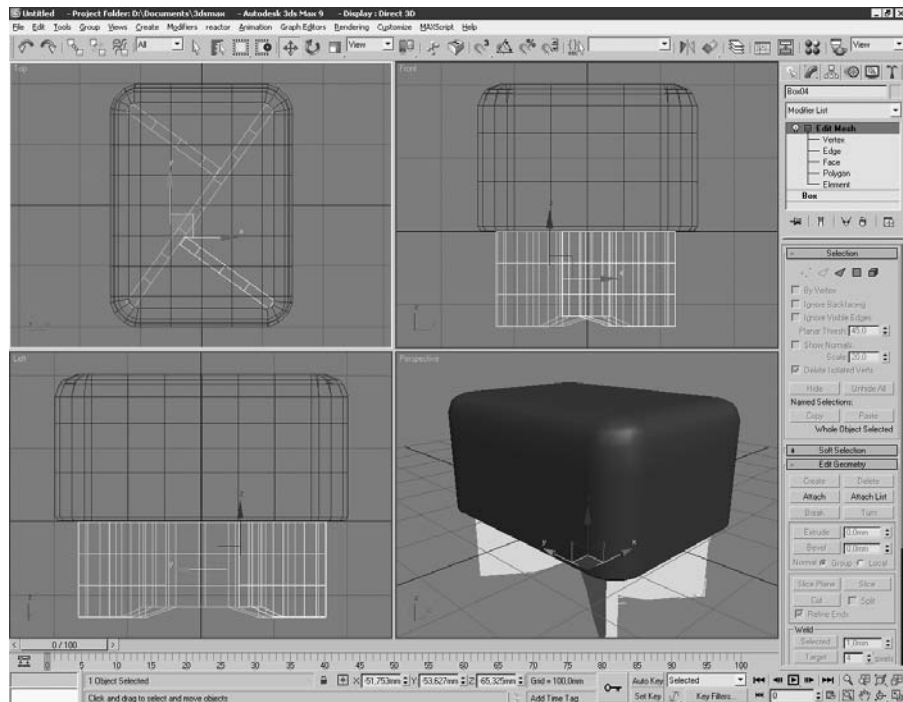

Рис. 4.8
15. Создать клон меньшей детали и установить его на место (рис. 4.8) — пуфик готов. Конечно, такая модель достаточно примитивна, но она дает наглядное представление об изделии.